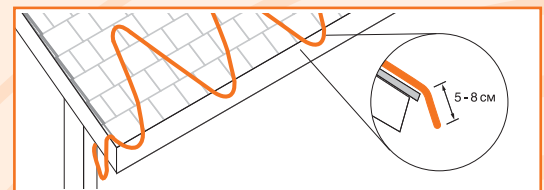

Рис. 4.12 Капающая петля
- Саморегулирующийся кабель должен образовывать на грани кровли "капающую" петлю (рис. 4.12) или, спускаясь в желоб, соприкоснуться с кабелем, обогревающим желоб, и крепиться пластиковыми хомутами.